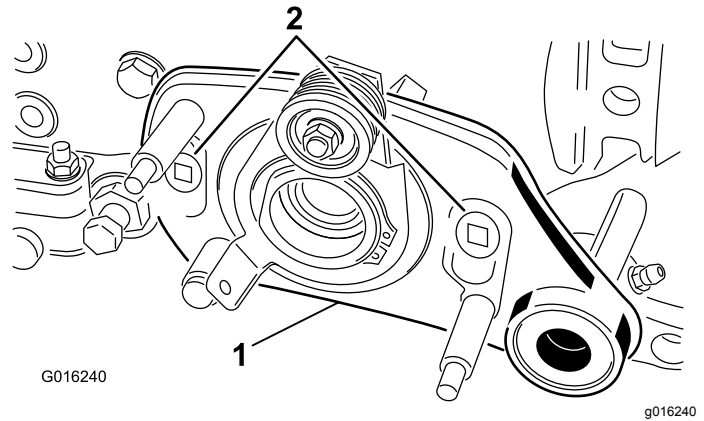

図 10
7. グルーマ駆動プレートアセンブリをカッティングユニットのフレームに取り付け、ショルダボルト 2 本で固定する 図 10。取り付け後、駆動プレートが自由に回転することを確認する。